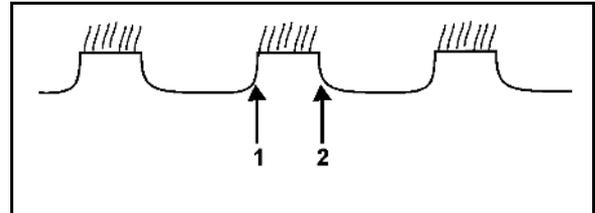

Fig. 48
- Die Arbeitstiefe wird hydraulisch mit Hilfe der Skala (Fig. 48/1) eingestellt.